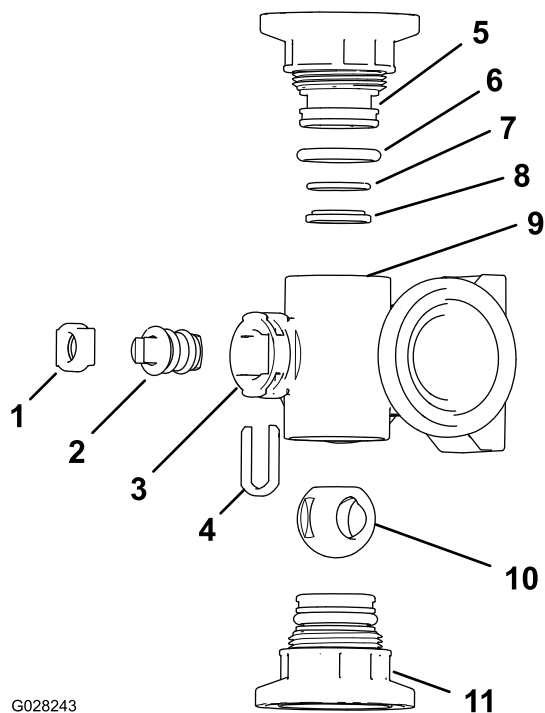

Figure 118
2. Déposez les 2 raccords d'embout à chaque extrémité du collecteur (Figure 118 et Figure 119).
4. Retirez l'étrier de fixation de tige situé dans les fentes de l'orifice de tige du collecteur (Figure 118 et Figure 119).
5. Déposez l'étrier de fixation et le siège de la tige du collecteur (Figure 118 et Figure 119).
6. En passant par le corps du collecteur, déposez la tige de valve (Figure 118 et Figure 119).
1. Vérifiez l'état et l'usure des joints toriques de raccord de sortie (collecteur de vanne de section seulement), joints toriques d'embout, joints toriques de portée arrière et siège de bille (Figure 118 et Figure 119).
2. Appliquez de la graisse sur la tige et insérez cette dernière dans son siège (Figure 118 et Figure 119).
3. Placez la tige et le siège de soupape dans le collecteur et fixez-les à l'aide du dispositif de retenue (Figure 118 et Figure 119).
4. Vérifiez que le joint torique de portée arrière et le siège de bille sont alignés et bien engagés dans le raccord d'embout (Figure 118 et Figure 119).
5. Montez le raccord d'embout sur le corps du collecteur jusqu'à ce que la bride du raccord touche le corps (Figure 118 et Figure 119), puis tournez encore le raccord d'embout de $\frac{1}{8}$ à $\frac{1}{4}$ de tour.